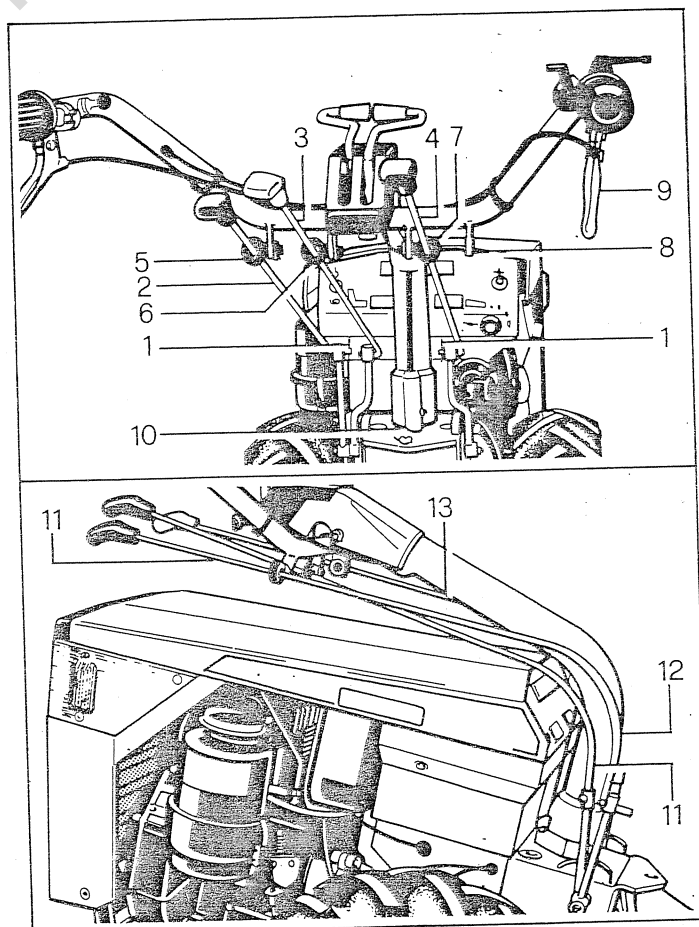

Fig. 11 - Bild 11
1. Die "R" - Sicherungsstifte (Bild 11, Detail
ROTATION OF THE HANDLEBARS (see fig. 11)